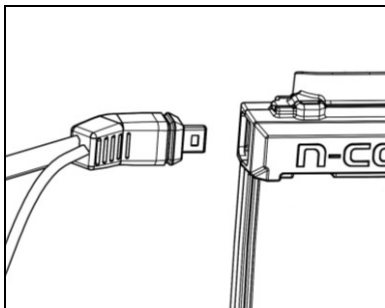

Fig. 5
- Forbind den venstre kabelføring til den pågældende modpart, som vist på figuren (Fig. 5).